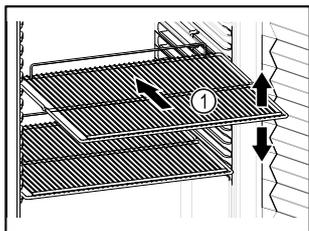

Fig. 62 Atvaizdo pavyzdys
- Jei pastatymo groteles Fig. 62 (1) galima perkelti, pritaikykite atsižvelgdami į aukštį.